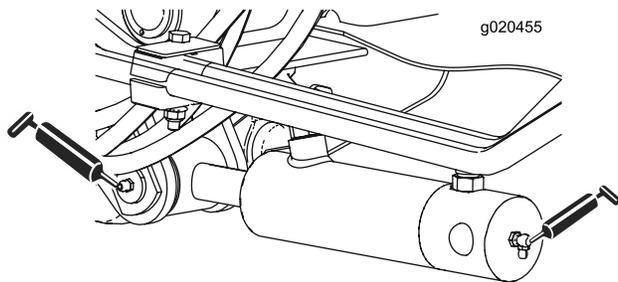

Рисунок 45
- Втулки цилиндров подъемных рычагов (2 шт.с каждой стороны) (Рисунок 45)